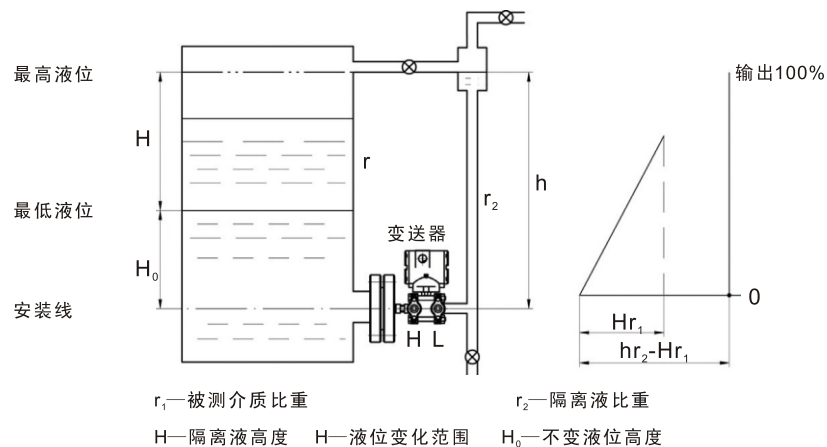

图4-4 用隔离液的液位测量方法
5.4.1.2 仪表带负迁移的用法(见图4-4)如果安装冷凝罐不方便, 或者为了隔离腐蚀性介质进入负压侧, 可使用隔离液如图4-4